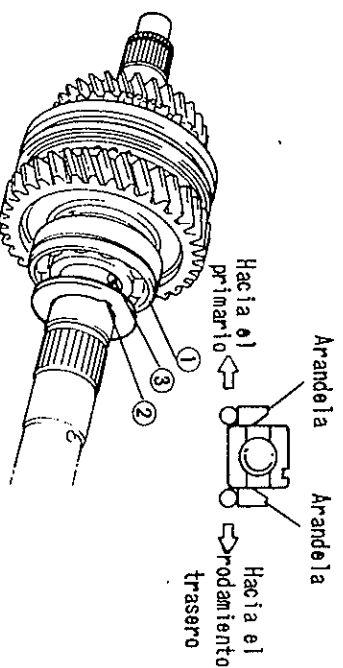

Fig. 13-45
Segun muestra la Fig. 13-45, la arandela ha de montarse de modo que su cara con circunferencia achaflanada mire hacia el rodamiento central (1) y su ranura (2) se sitúe sobre la bola (3).